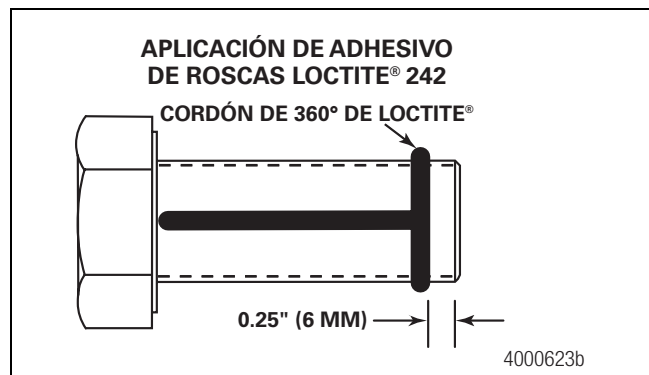

Figura 4.13
13. Aplique un cordón de 0.125 de pulgada (3 mm) de adhesivo de roscas Loctite® 242 alrededor de las roscas de los tornillos prisioneros, a aproximadamente 0.25 de pulgada (6 mm) del extremo. Aplique un cordón de 0.125 de pulgada (3 mm) de adhesivo de roscas Loctite® 242 a lo largo de los hilos. Figura 4.13.